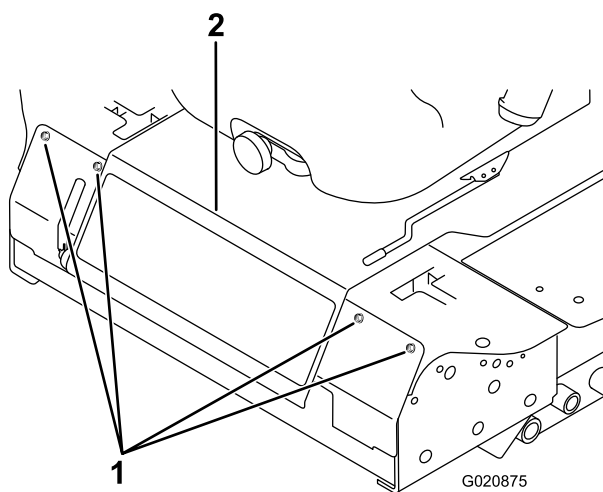

Figure 59
3. Retirez les boulons de fixation du panneau avant et déposez le panneau (Figure 59).